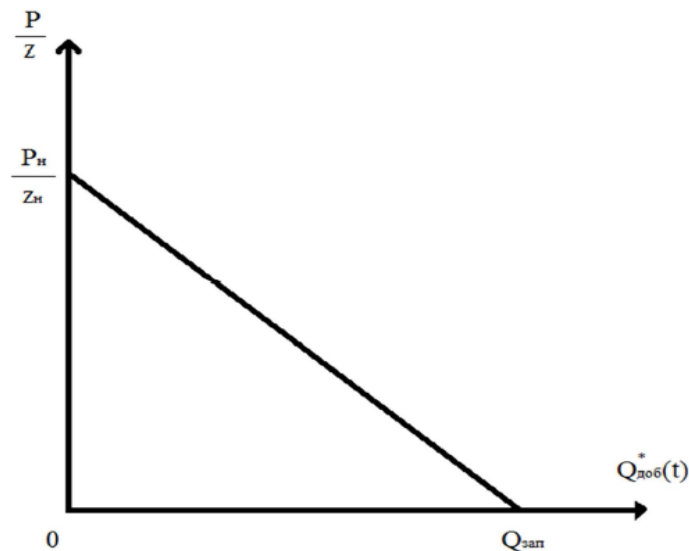

Рисунок 8.1 – График зависимости  $\frac{P}{Z} - Q_{\text{доб}}$
3. Построить график в координатах  $\frac{P}{Z} - Q_{\text{доб}}$  определить  $Q_{\text{зап}}$  (рис. 8.1).